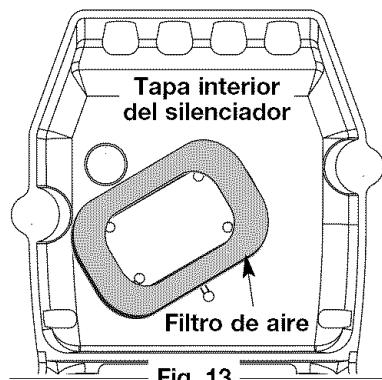

Fig. 13
4. Dé vuelta a la perilla a la derecha para trabar el acoplador (Fig. 13).
4. Gire la perilla en sentido horario para ajustarla (Fig. 13).
4. Mientras sostiene el bastidor del eje superior con firmeza, tire del accesorio de corte o accesorio en línea recta fuera del acoplador Craftsman Convertible™ (Fig. 13).
2. Gire la tapa y ubique el filtro de aire adentro de la tapa del filtro de aire / silenciador (Fig. 13).
6. Cambie el filtro de aire dentro de la tapa del filtro de aire / silenciador (Fig. 13).